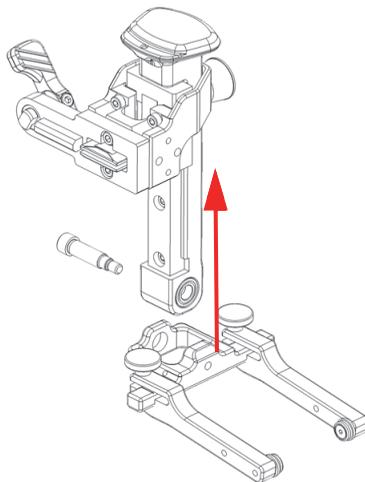

Рис. 2-23 Выдвижение направляющей подпружиненного рычага из стержня вилки
5. Выдвиньте направляющую подпружиненного рычага из стержня вилки (Рис. 2-23 на стр. 63).